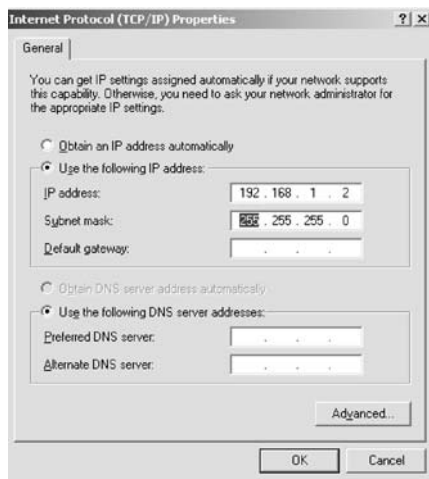

Рис. 9. Окно свойств протокола TCP/IP
6. Выберите *Use the following IP Address* («использовать следующий IP-адрес») и введите параметры как показано на рис. 9.